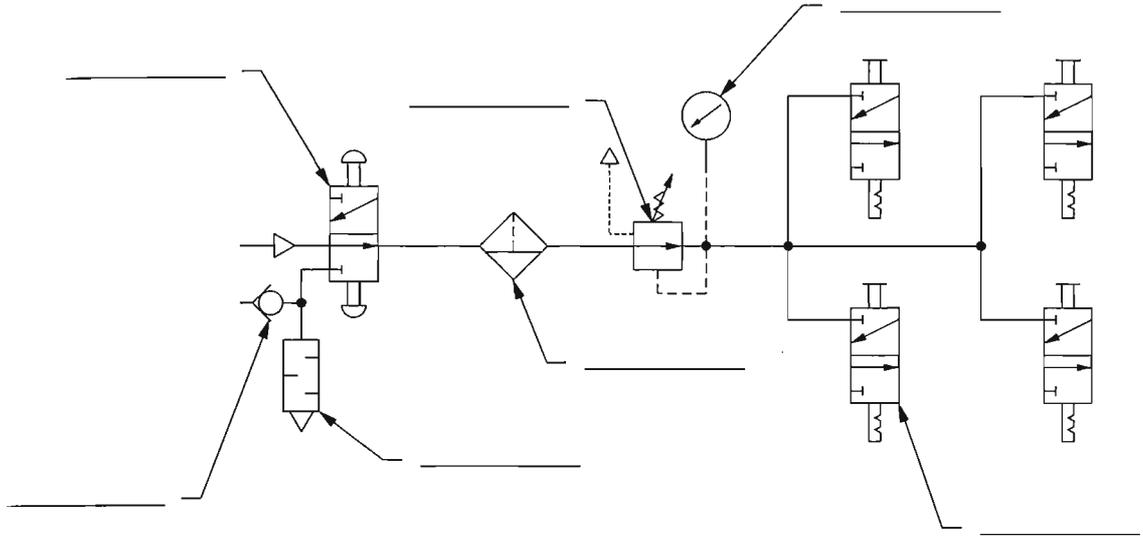

Figura 1-29. Unidad de acondicionamiento.
1. La Figura 1-29 muestra el símbolo (no simplificado) de la unidad de acondicionamiento. Complete el diagrama, indicando el nombre de los diferentes componentes. Si es necesario, consulte los símbolos gráficos de Neumática e Hidráulica en el Apéndice C.